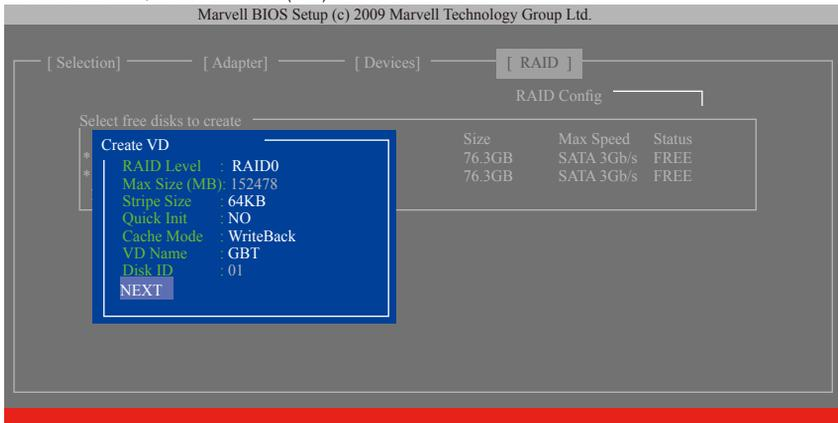

图7
6. NEXT: 完成以上设定请至「NEXT」项目按<Enter>键。当确认信息出现时, 确定制作磁盘阵列请按<Y>, 取消请按<N>(图7)。